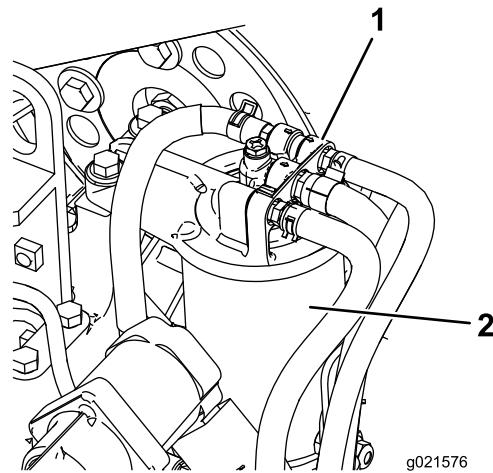

Figura 70
1. Pulite le superfici circostanti la testa del filtro del carburante (Figura 70).
2. Togliete il filtro e pulite la superficie di montaggio della testa del filtro (Figura 70).